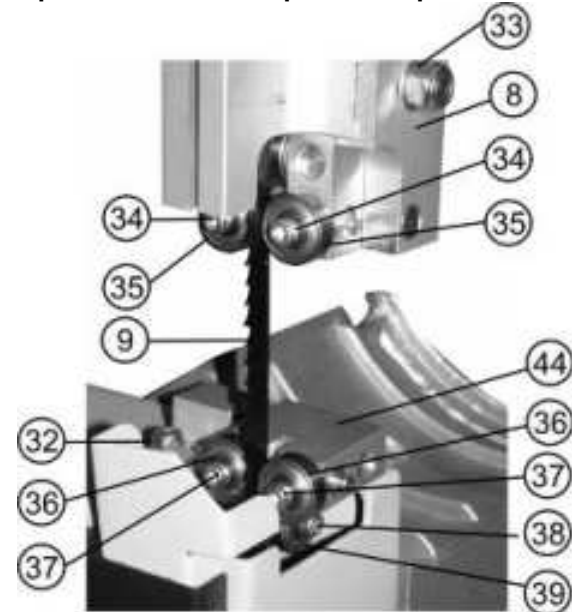

Рис. 12
11.5.1. Для выполнения качественной работы, уменьшения нагрузки на пильную ленту (9) и обеспечения техники безопасности при выполнении пиления заготовки, нижний край направляющих подшипников (35) верхней направляющей (8) необходимо установить на высоте не более 3 мм от заготовки, Рис. 12.
11.6. Регулировка нижней и верхней направляющих пильной ленты (Рис. 12, 13)